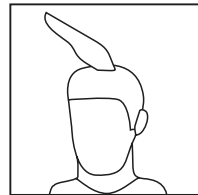

Figura 6
- Usando os pentes de 12mm, cortar os cabelos do alto da cabeça de trás para frente na direção contrária ao crescimento dos cabelos (Figura 6).